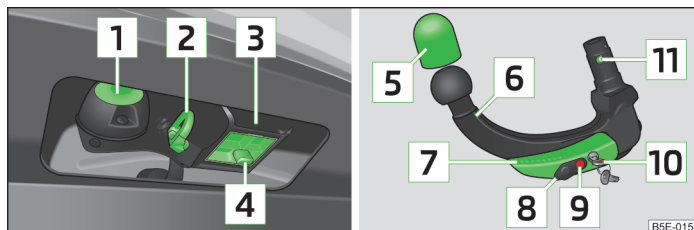

Fig. 99 Suportul dispozitivului de tractare / tija cuplei
- Trageți capacul **4** » fig. 99 la pagina 108 în jos.
- > Introduceți capacul de protecție **4** » fig. 99 la pagina 108 pe locașul de fixare.